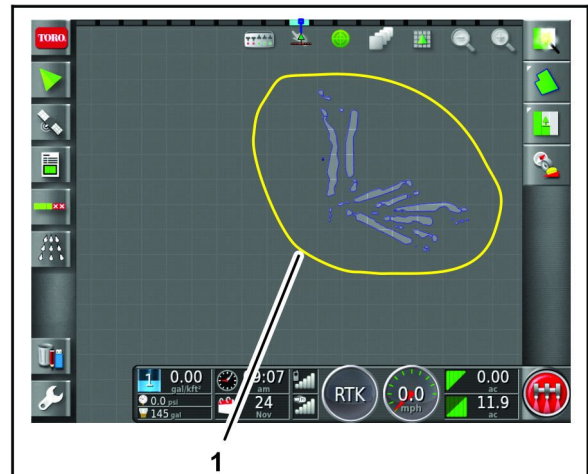

Figure 68
- Un technicien en pulvérisation utilise la machine n° 1 pour cartographier les limites de champ des trous 1 à 9 (Figure 68).